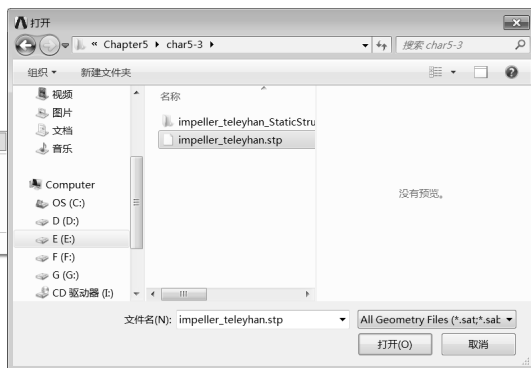

图 5-90 “打开”对话框
Step2 : 在弹出的“打开”对话框中选择文件路径, 导入 impeller_teleyhan.stp 几何体文件, 如图 5-90 所示, 此时 A3 Geometry 后的 ? 变为 ✓, 表示实体模型已经存在。